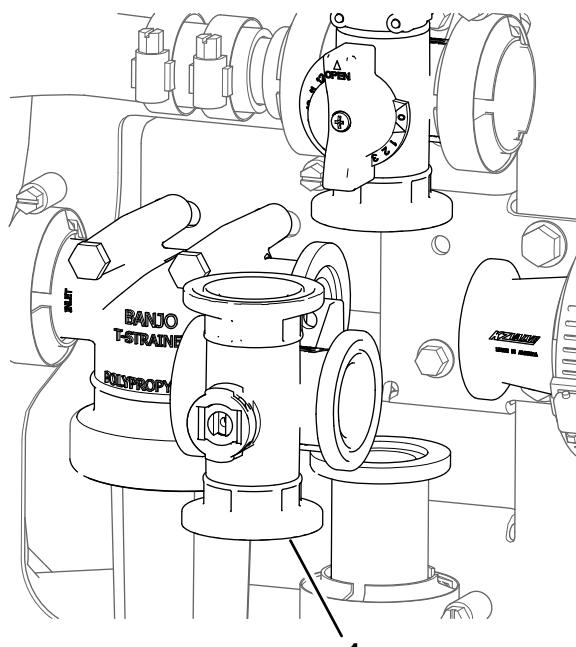

**Bild 134**
- Entfernen Sie die Klemmen und Dichtungen, mit denen der Verteiler für das Rührwerkventil am Rührwerksicherheitsventil, Druckfilterkopf, an der Reduzierkupplung und am Adapteranschlussstück (Rührwerkdröselventil) befestigt ist, wie in Bild 134 abgebildet.